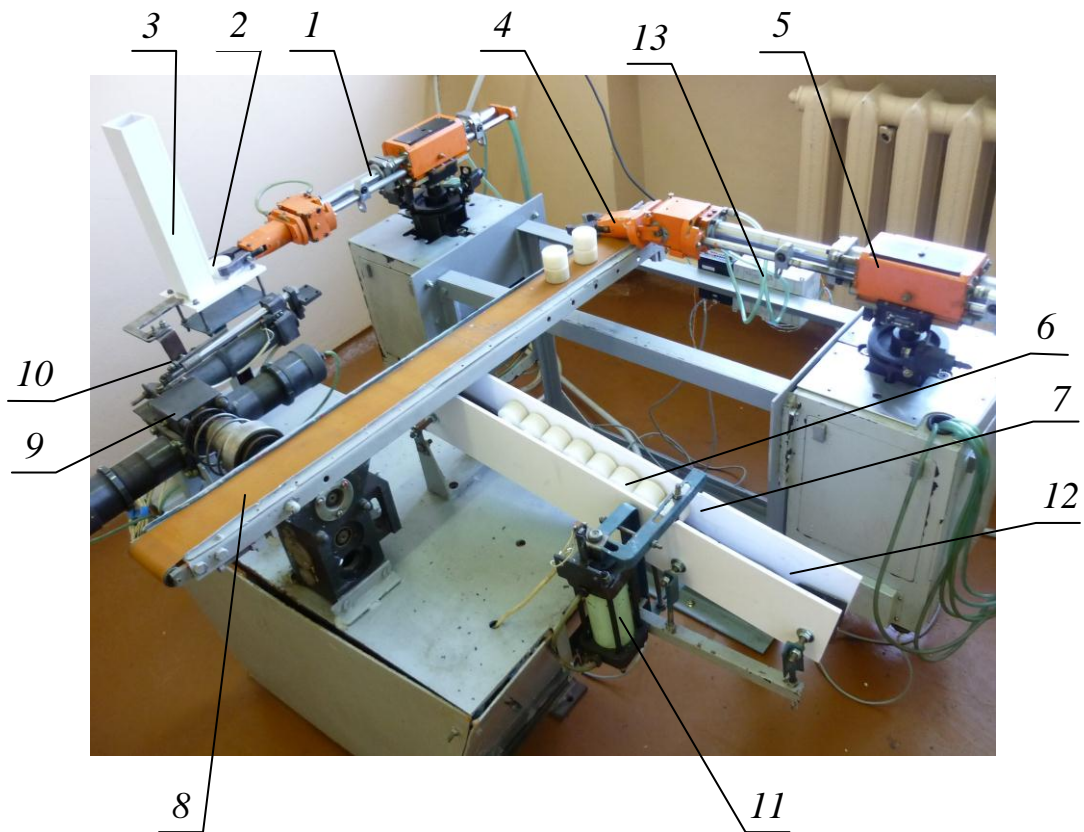

Рис. 1 Общий вид сборочного РТК
Учебный сборочный РТК (рис. 1) включает в себя промышленный робот ЦПР-1П 1, подающий втулки 2 из накопителя-питателя 3 на позицию сборки 4. Второй робот ЦПР-1П 5, входящий в состав РТК, подаёт валики 6 из наклонного накопителя-питателя 7 на ту же позицию сборки 4. Собранное соединение устанавливается на ленточный конвейер 8, который перемещает ленту на шаг с помощью линейного пневмоцилиндра и редуктора 9. Питатель 10, состоящий из пневмоцилиндра и толкателя подаёт втулки из накопителя в зону их захвата роботом. Питатель 11 с помощью пневмоцилиндра перемещает в вертикальном направлении связанных между собой два упора – один сверху, другой снизу. Перемещение этих упоров в вертикальном направлении позволяет подавать по одному валику в позицию их захвата роботом 12.
3. Проверить, чтобы все исполнительные устройства находились в начальном положении, как показано на рис. 1.